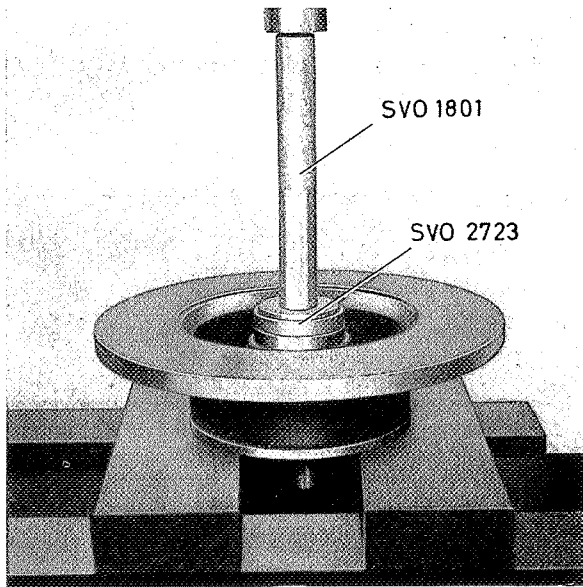

Fig. 6-18. Montage van de vetkeerring
5. Breng het binnenste lager op zijn plaats in de naaf en pers de oliekeerring in met SVO 2733 en standaard handel SVO 1801, zie Fig. 6-18.